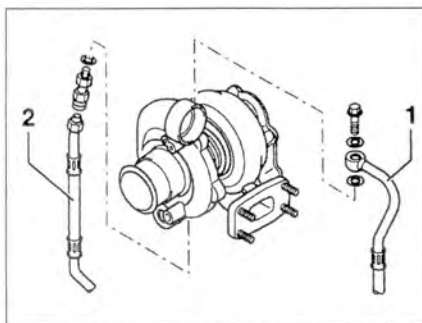

Рис. 4.49. Отсоедините нагнетающий 1 и сливной 2 маслопроводы от турбокомпрессора.
5. Отсоедините нагнетающий 1 и сливной 2 маслопроводы от турбокомпрессора (рис. 4.49).